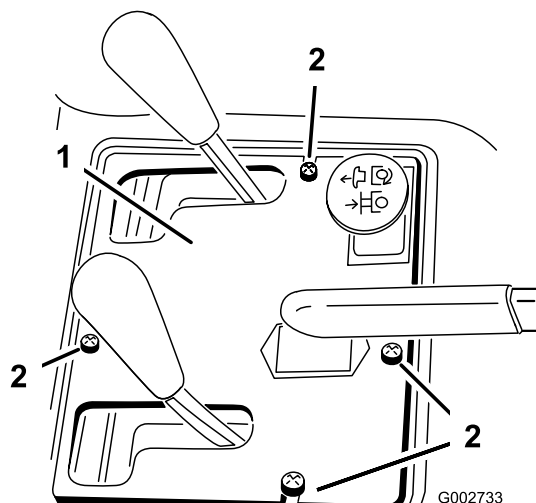

図 36
2. コントロールパネルをフレームに固定しているねじ 4 本を外す 図 36。